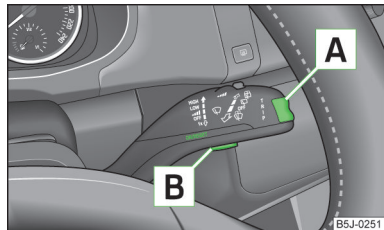

Fig. 25
- » Il menu principale (**MENU PRINCIP.**) si attiva con una pressione prolungata del tasto basculante **A** » fig. 25.
- Se sul display vengono visualizzati dei messaggi di avvertimento, per richiamare il menu principale confermare questi messaggi premendo brevemente il tasto **B** » fig. 25.
- Se sul display MAXI DOT si visualizzano dei messaggi di avvertimento, tali messaggi devono essere confermati con il tasto **B** » fig. 25 a pagina 38 per poter richiamare il menu principale.